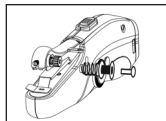

Figura 13
**Nota:** El hilo debe pasar por la parte superior derecha de la bobina o del cono. El resorte debe estar en su lugar antes de que se fije la bobina (Vea la Figura 13).
## **COLOCACIÓN DE UN CONO DE HILO REGULAR** *(Vea la Figura 13)*